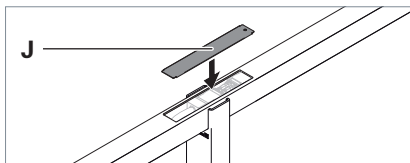

Fig. 4: Abdeckung auf Tragrohr montieren.
- ▶ Drücken Sie die Abdeckung **J** senkrecht auf die Aussparung im Tragrohr, siehe Fig. 4.